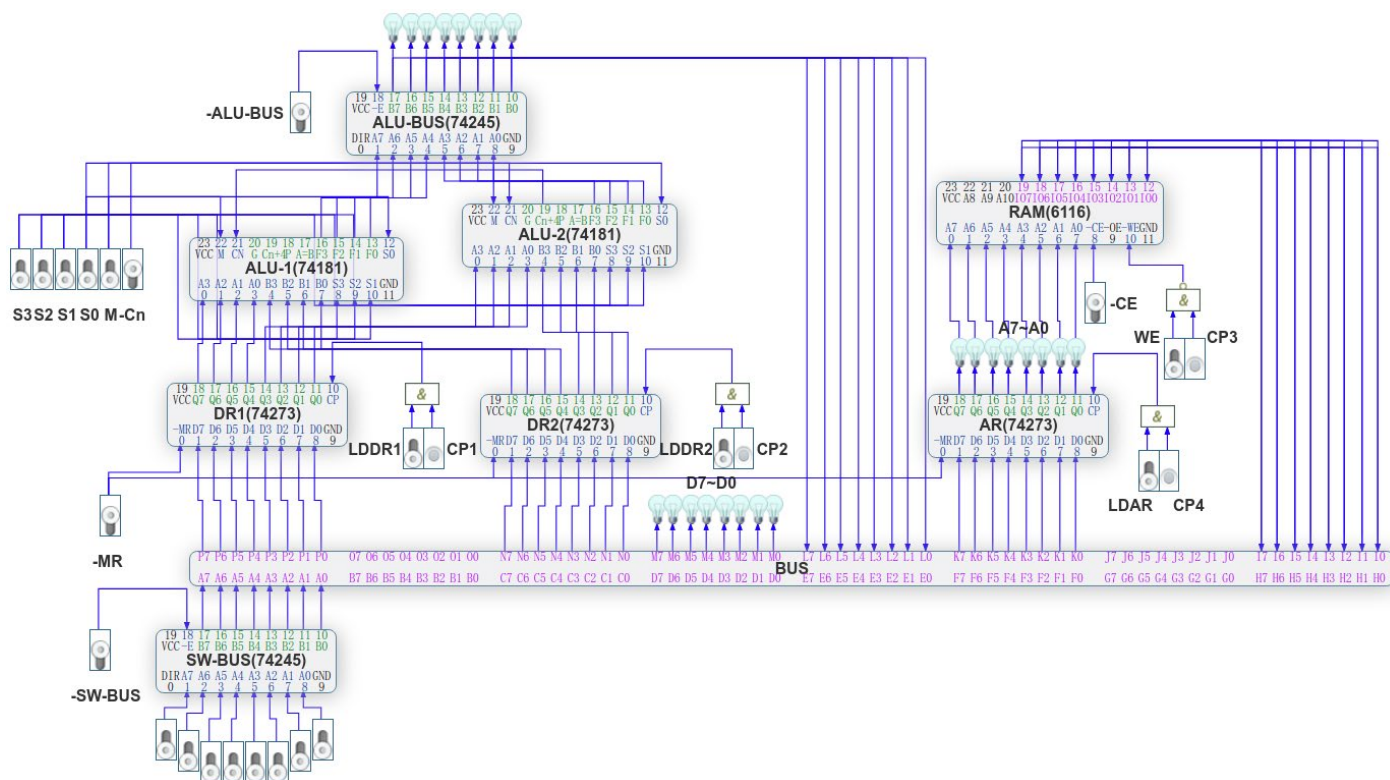

图 2 数据通路实验电路图
- (2) 地址锁存：将 SW7~SW0 置为 00100000，打开三态门 $\overline{SW} - \overline{BUS}=0$ ，地址送入总线，观察总线指示灯 D7~D0；LDAR=1，发出脉冲 P4，地址信号锁存入 AR，观察地址指示灯[图 2]；复位 LDAR=0， $\overline{SW} - \overline{BUS}=1$
此处请贴[图 2]